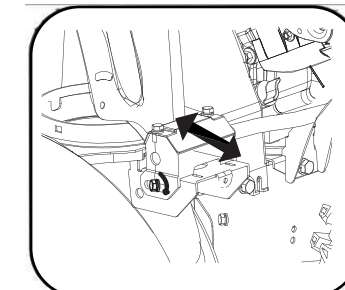

Рисунок 34
2. Снова затянуть гайки (см. Рисунок 34).